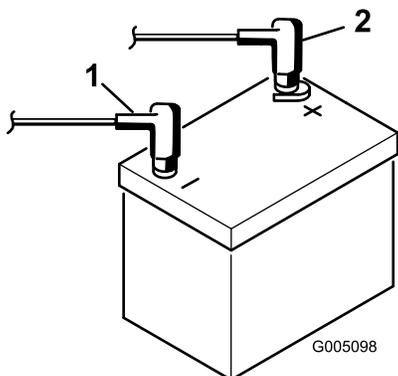

Figura 7
- Instale o cabo positivo (vermelho) no terminal positivo (+) e o cabo negativo (preto) no terminal negativo (-) da bateria e fixe-os com os parafusos e as porcas (Figura 7). Coloque a protecção de borracha sobre o terminal positivo para evitar um curto-circuito.